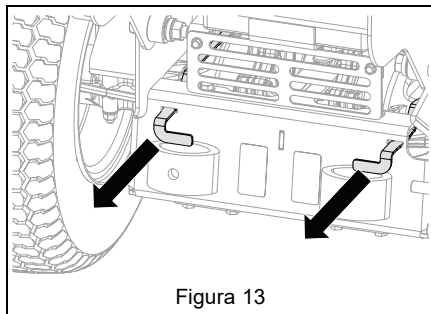

Figura 13
3. Portare entrambe le leve di bypass del cambio nella posizione di bypass. Vedere Figura 13.